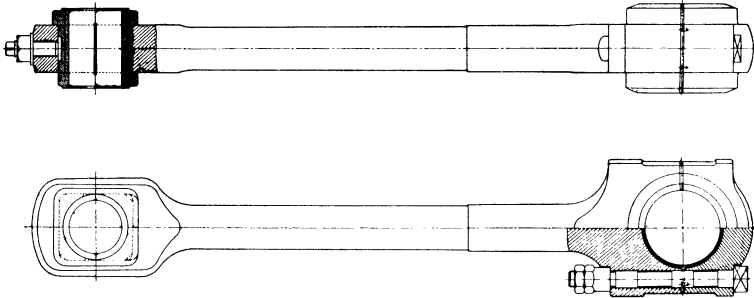

Fig. 12.
33. Wann können die Pleuelstangenschrauben abreißen? Welche Folgen zieht dieses Abreißen nach sich? (Fig. 12.)